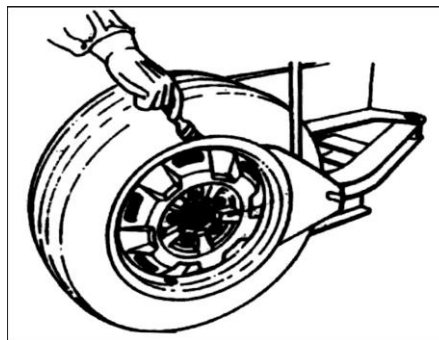

図 23
- ビードブレーキングブレードとタイヤプレスランナークログの間にタイヤを置きます(図 23)。次に、タイヤプレスペダル(図 3-12)を踏み込んで、ビードを落とします。タイヤの他の部分で同じ操作を繰り返して、ビードをリムから完全に落とします。